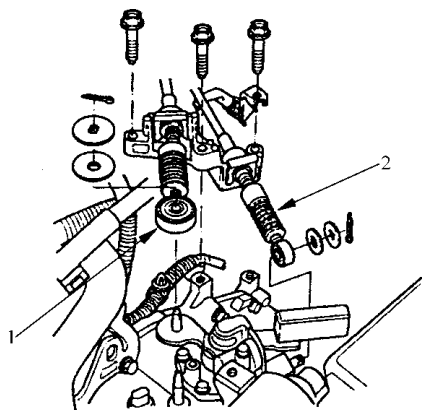

图 2-4 拆卸换挡拉线和选速拉线
13) 拆下图 2-4 所示的换档拉线和选速拉线。拆卸时，小心不要将它们扭曲。务必将扭曲的拉线更换新的(M/T)。